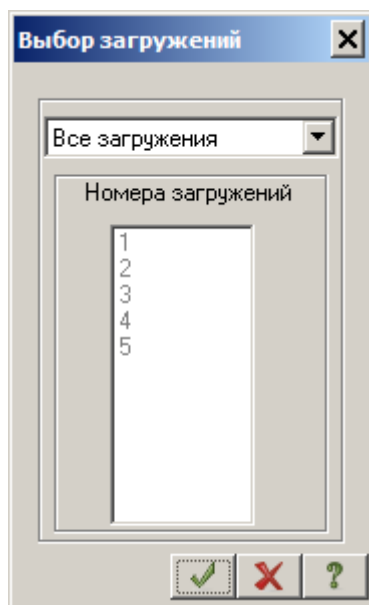

Рис.23.38. Диалоговое окно **Выбор загрузений**
- В новом окне **Выбор загрузений** (рис.23.38), при активной строке **Все загрузения**, щелкните по кнопке  – **Подтвердить**.